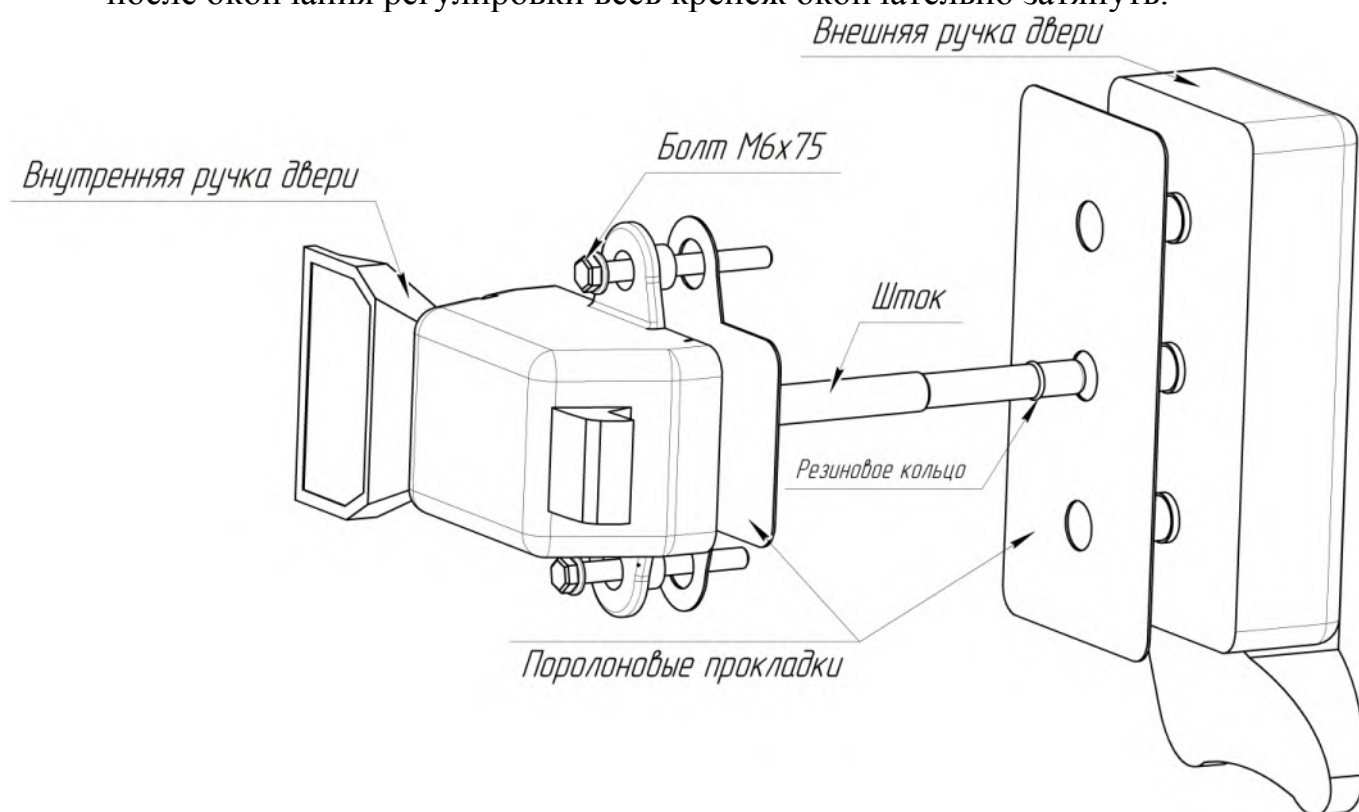

Рис. 1 Сборка ручек двери с замком
5.2.13. Установка ручки двери с замком производится следующим образом (рис. 1):